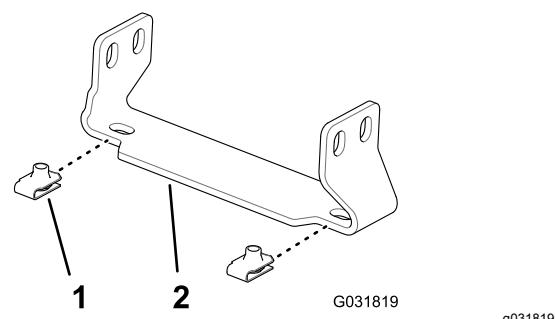

Figura 235
1. Instale las 4 tuercas rápidas que retiró en el paso 6 de 10 Retirada de la cubierta de la sección central \(11 boquillas\) del kit opcional de brazo cubierto \(página 23\) en 2 de los soportes de sujeción de la cubierta de la sección central (Pieza Toro Nº 131-3703-03), tal y como se muestra en (Figura 235).
- 131-3703-03), tal y como se muestra en la (Figura 235).